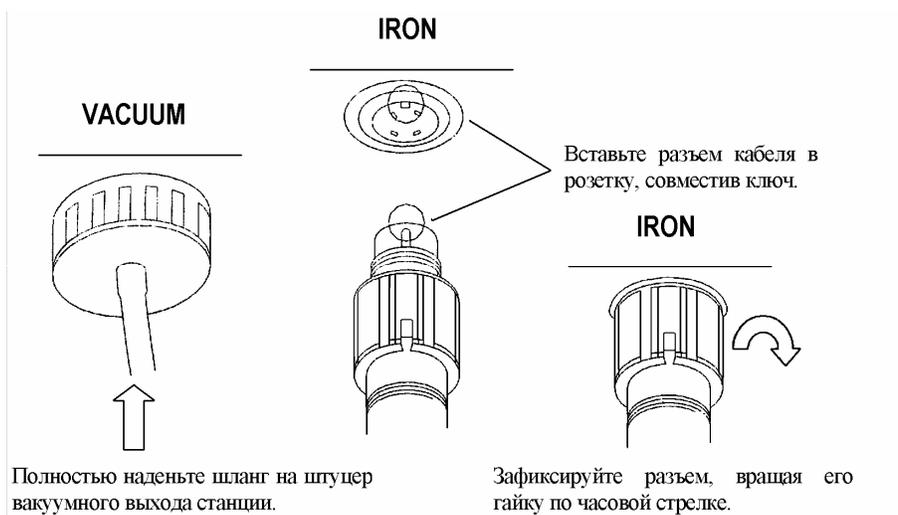

Рис.6.1.1
- Подсоедините шланг пистолета для демонтажа к штуцеру вакуумного выхода станции "VACUUM" (см. рис. 6.1.1).